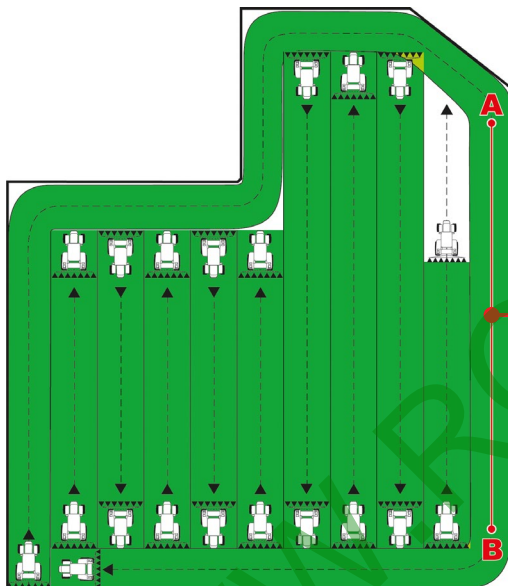
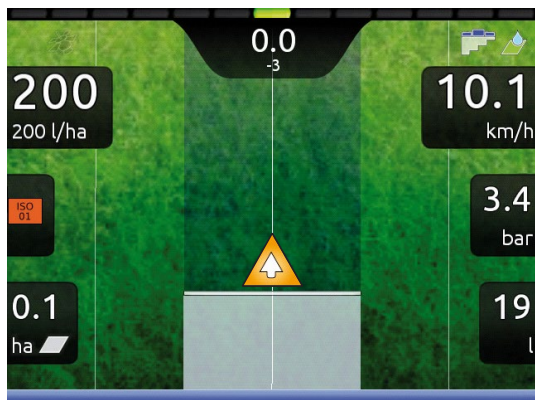

Fig. 259
Fig. 260
- Po wytyczeniu prostej A/B (TO), całe pole może być obrobione równoległe do niej (Fig. 259), śledząc ścieżki odniesienia, które ukazują się na wyświetlaczu (Fig. 260).